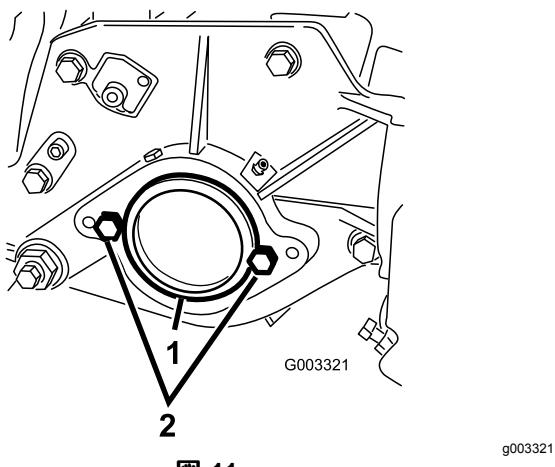

図 11
2. カッティングユニット右側のペアリングハウジングについているプラスチック製のプラグを外す図 11。
3. 右側サイドプレートからキャップスクリュ2本を取り外す図 11。
5. カッティングユニットの左側サイドプレートに、リールモータ取り付け用のキャップスクリュ2本を仮止めする図 11。